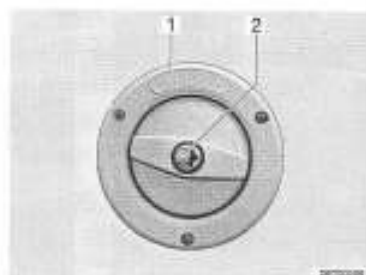

Fig. 173 Couvercle de fermeture du bec de remplissage d'eau fraîche
Le bec de remplissage d'eau fraîche est désigné par l'inscription "WASSER" (eau) (Fig. 173,1). Le couvercle de fermeture est ouvert et verrouillé à l'aide de la clé pour les serrures extérieures.
- Insérer la clé dans le barillet (Fig. 173,2) et la tourner d'un quart de tour dans le sens inverse des aiguilles d'une montre.
- Ouvrir le bec de remplissage d'eau fraîche (Fig. 173).